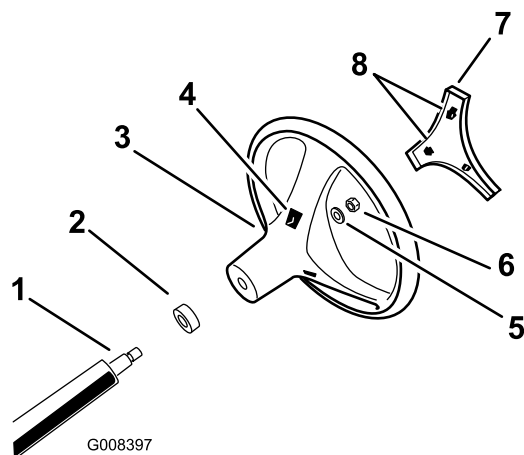

Figure 3
- En passant par les ouvertures à l'arrière du volant, dégagez les languettes de verrouillage du couvre-moyeu et déposez le couvre-moyeu du volant (Figure 3).
- Retirez le contre-écrou et la rondelle de l'arbre de direction (Figure 3).
3. Alignez le volant sur les cannelures de l'arbre de direction (Figure 3).
4. Montez la rondelle et le contre-écrou sur l'arbre de direction (Figure 3).
6. Alignez les languettes de verrouillage du couvre-moyeu sur les ouvertures dans le volant et enfoncez le couvre-moyeu jusqu'à ce que les languettes s'enclenchent en place (Figure 3).